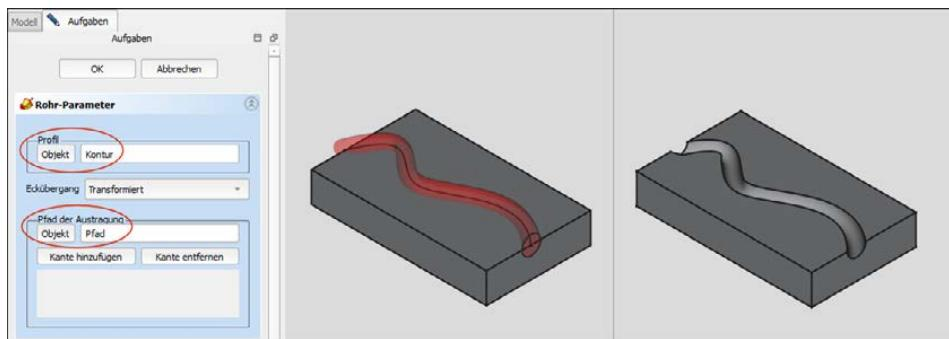

Abbildung 5.25: Das Rohr in der Voransicht und fertig
3. Bei den Rohr-Parametern im Register *Aufgaben* sehen Sie im Feld *Profil* die vorher markierte Skizze *Kontur*. Klicken Sie im Bereich *Pfad der Austragung* auf das Feld *Objekt* und klicken Sie die Skizze *Pfad* im Modell an. Das Rohr erscheint in der Voransicht (siehe Abbildung 5.25) und wird mit *OK* ausgeführt. Die Lösung finden Sie auch in der Datei **Lösung-05-11.FCStd**.